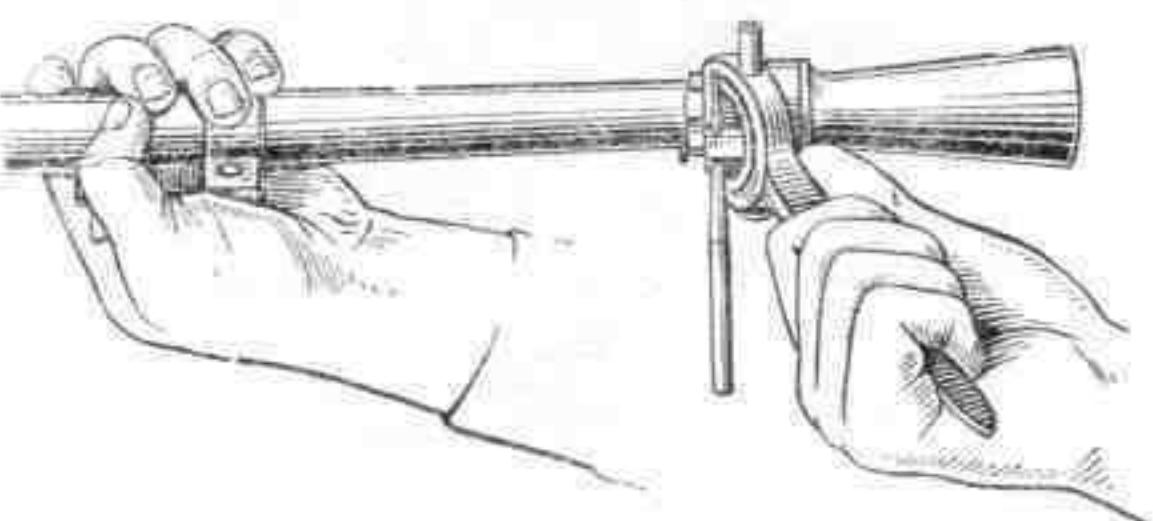

Рис. 20. Отделение пламегасителя
7) **Отделить пламегаситель от ствола.** Вставить выколотку в выемку между пламегасителем и фиксатором так, чтобы фиксатор вышел из зацепления со стволов (рис. 20), отвинтить (по ходу часовой стрелки) пламегаситель рукой или с помощью ключа-отвертки.